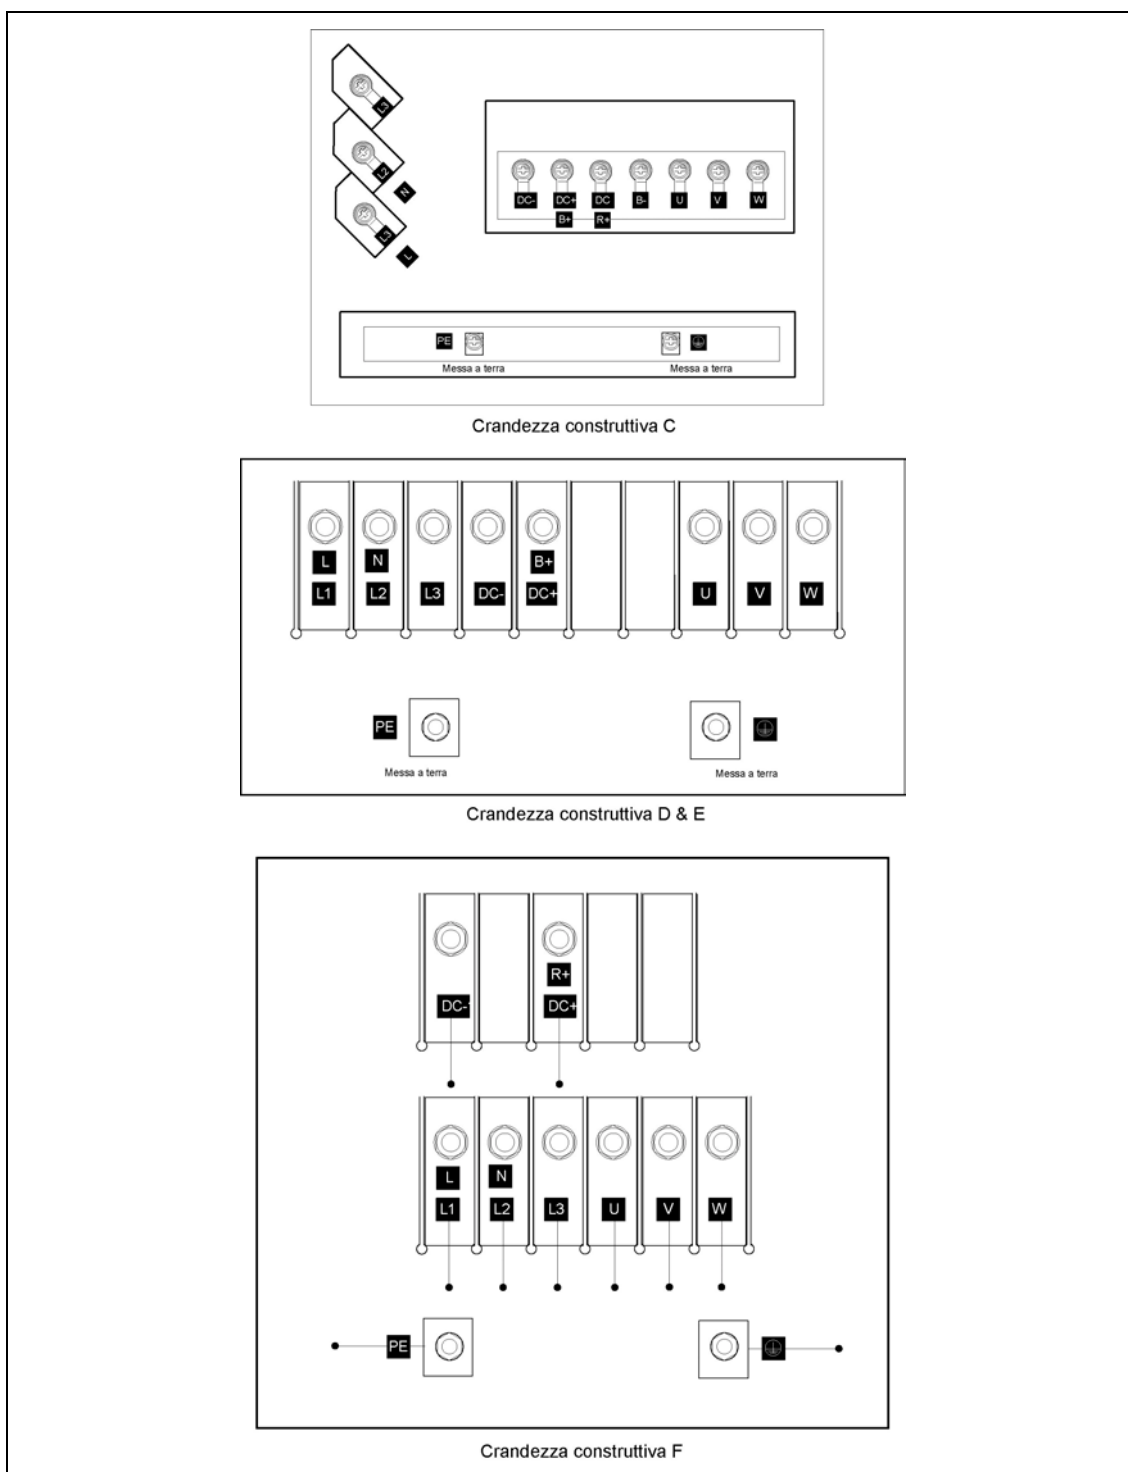
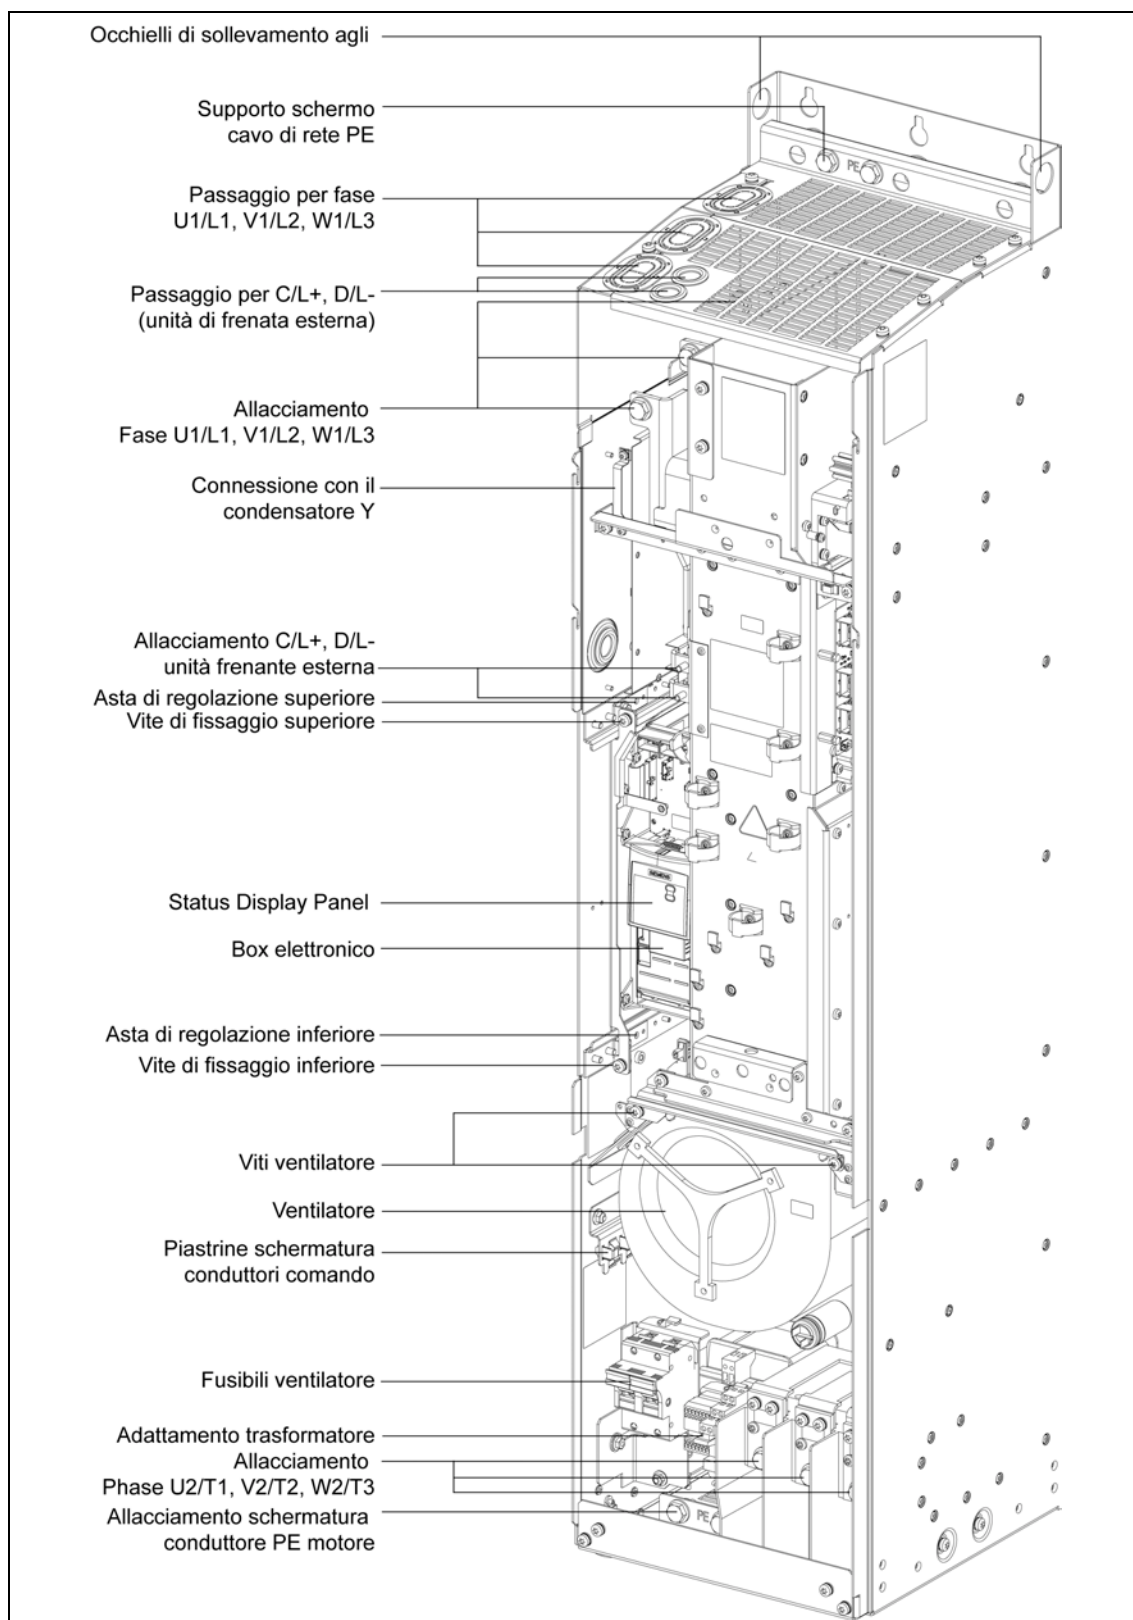
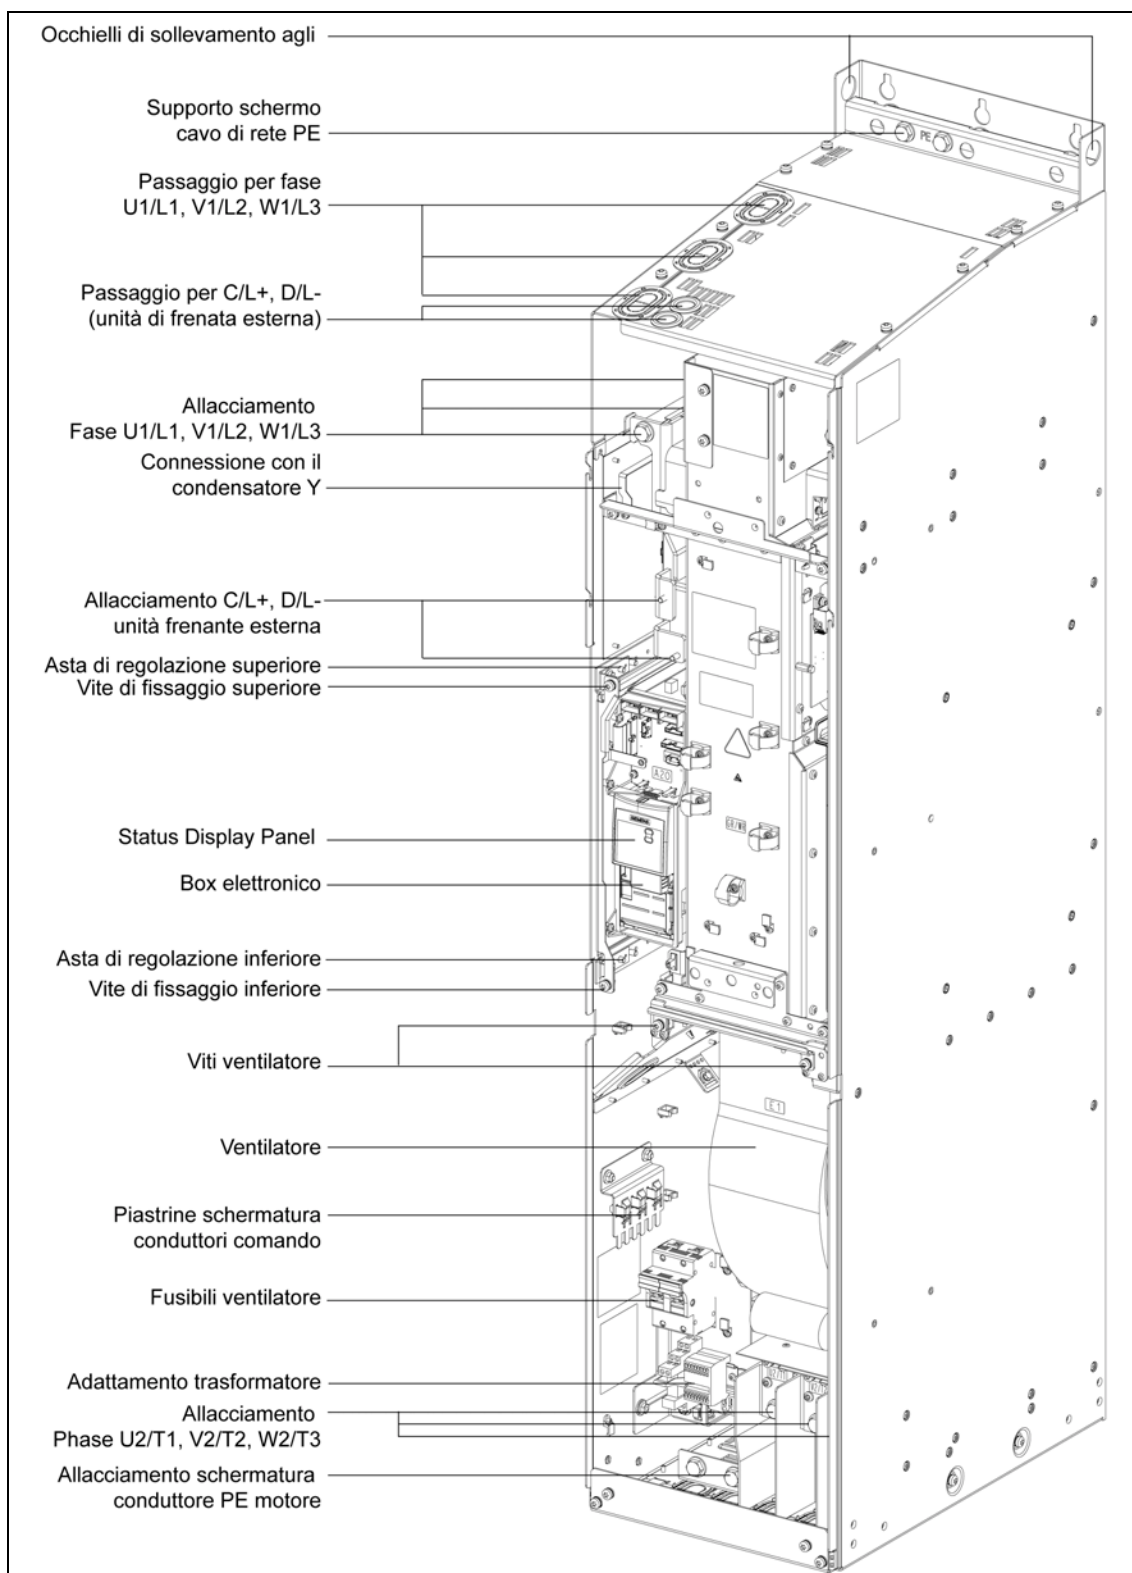

Figura 2-8 Morsetti di collegamento del MICROMASTER 430, Grandezze costruttive C ... F
Figura 2-9 Panoramica connessioni del MICROMASTER 430, Grandezza costruttiva FX
Figura 2-10 Panoramica connessioni del MICROMASTER 430, Grandezza costruttiva GX
1. Fissare la fune della gru di sollevamento agli 2 occhielli dell'inverter (Figura 2-9 nel grandezza costruttiva FX, Figura 2-10 nel grandezza costruttiva GX).
Rimuovendo le pannelli frontali si può accedere ai morsetti di alimentazione e a quelli del motore (si veda alla Figura 2-8 oppure la Figura 2-10). Vedi anche appendice B.
Collegare i conduttori per la schermatura nelle apposite piastrine o punti previsti per questo scopo come contrassegnato nella panoramica delle connessioni, con una ampia superficie di contatto (si veda alla Figura 2-9 e la Figura 2-10). Intrecciare anche le schermature dei conduttori del motore e avvitarle insieme nella piastrina/punto schermatura previsti per i conduttori del motore.